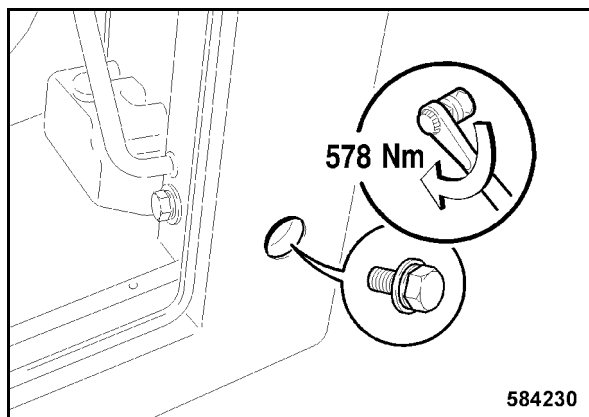

fig. 178
- Serrer la vis de fixation arrière latérale gauche à un couple de 578 Nm (fig. 178).